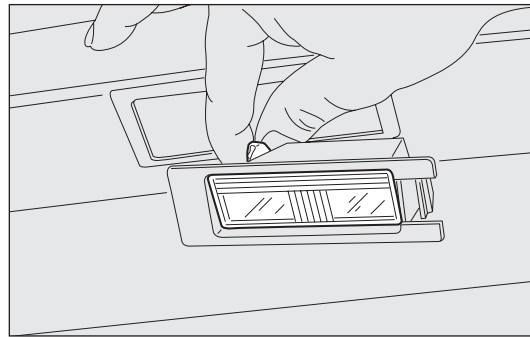

fig. 151
- ❑ sostituire la lampada fig. 151 svincolandola dai contatti laterali accertandosi che la nuova lampada risulti correttamente bloccata tra i contatti stessi;